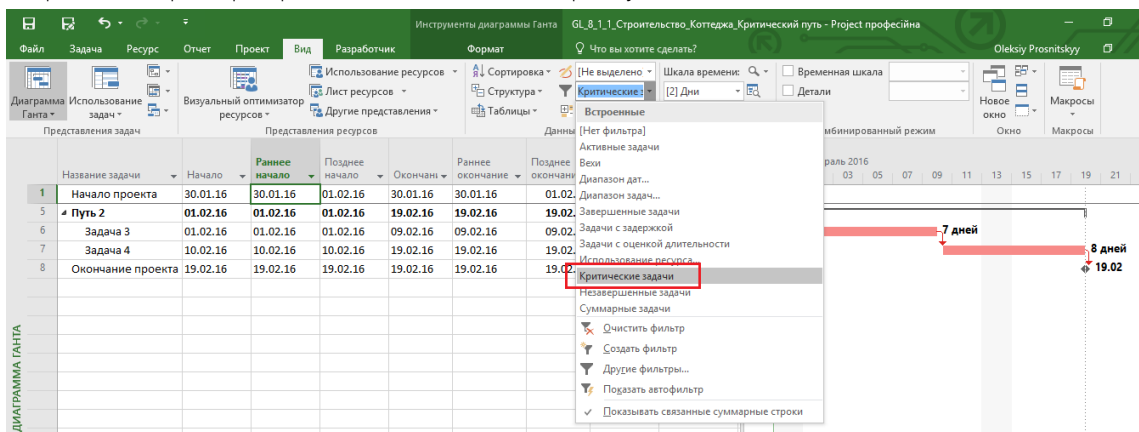

Рисунок 8.4 – Использование фильтра для показа задач критического пути
3. Применить фильтр «Критические задачи» (см. рисунок 8.4).